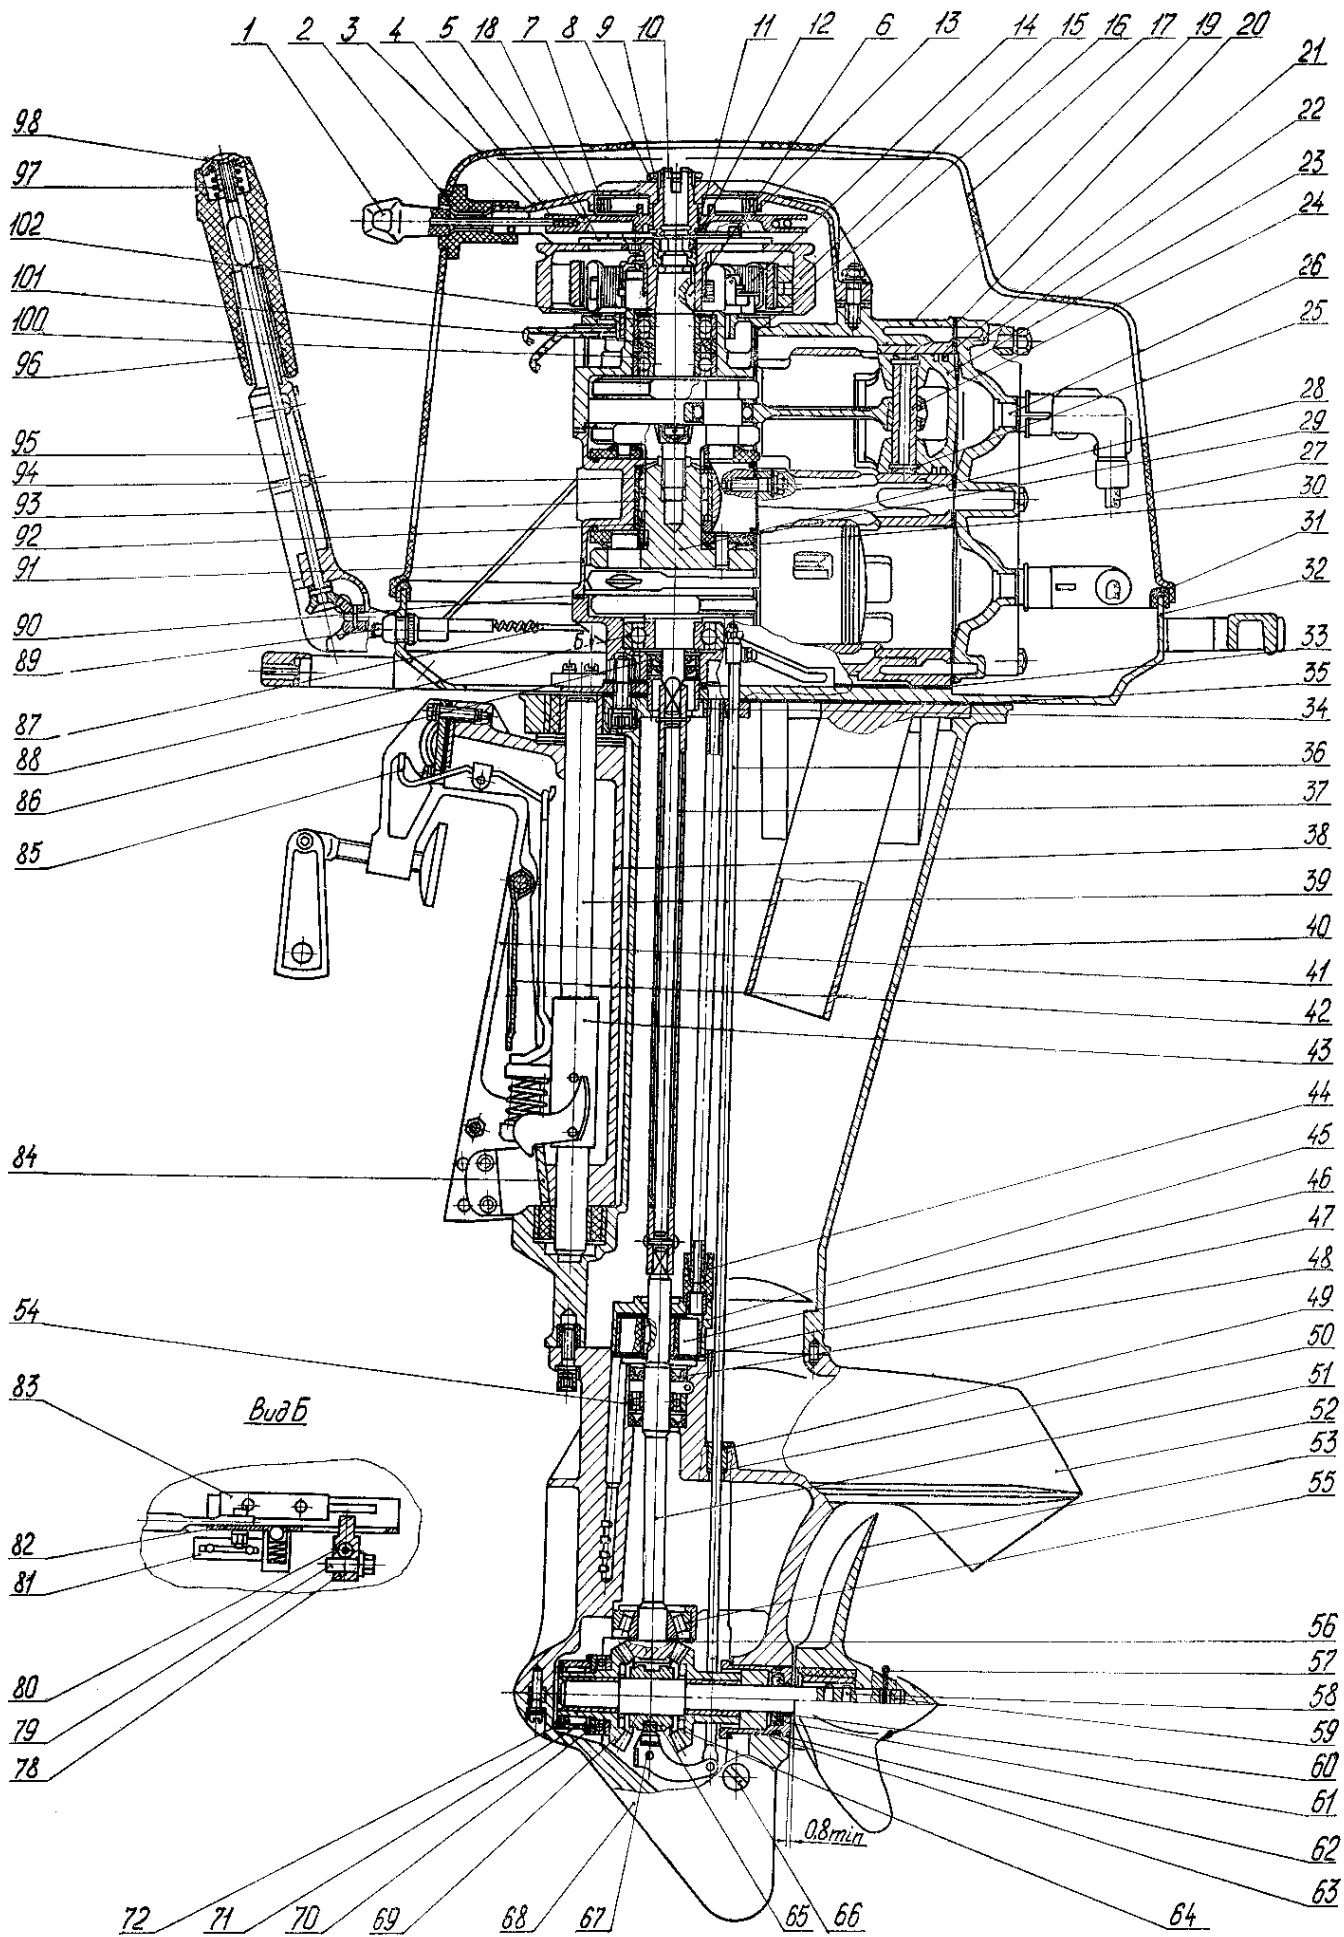

Рис. 3.
5.1. Двигатель (рис. 3)
5.2. Дейдвудная труба (рис. 3)
5.3. Привод гребного винта (рис. 3 и 4)
5.4. Подвеска (рис. 3)